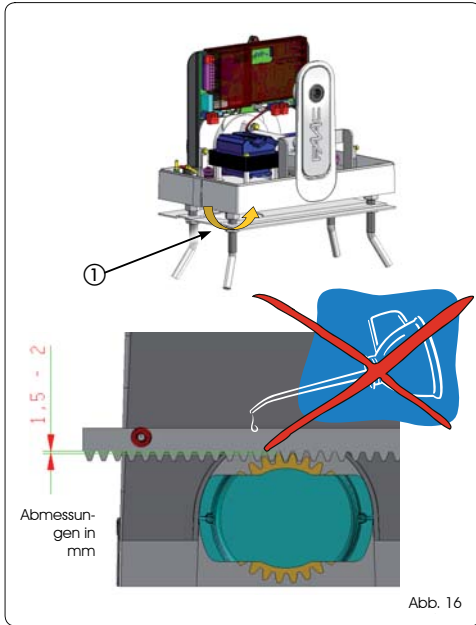

Abb. 16
-  Nach Abschluss der Montage der Zahnstange muss der Getriebemotor um ca. 1,5 - 2 mm (Abb. 16) abgesenkt werden, um ein ordnungsgemäßes Eingreifen in das Ritzel zu gewährleisten. Hierzu die entsprechenden Muttern befüllen (Abb. 16 Bez. ①).
-  Kein Fett oder sonstige Schmiermittel zwischen Ritzel und Zahnstange verwenden (Abb. 16).